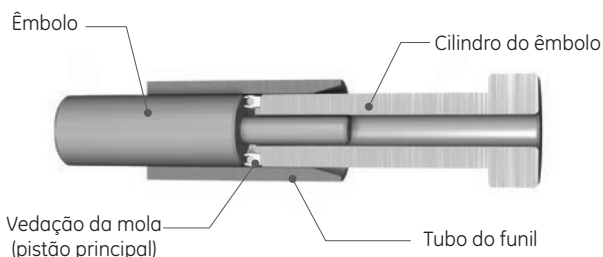

Figura 56: Tubo do funil
- iv. Insira o Tubo do Funil, lado chanfrado primeiro, por cima do Êmbolo e Vedação da Mola (Topo do Regulador). Pare quando a Vedação da Mola (Topo do Regulador) estiver quase a metade dentro do Tubo do Funil como exibido na Figura 56.